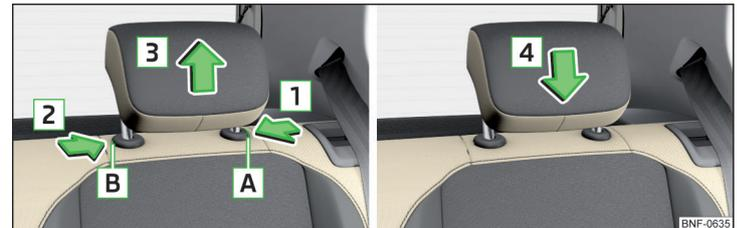

Abb. 52 Kopfstütze hinten herausnehmen/einsetzen
- › Die Sicherungstaste **A** in Pfeilrichtung **1** halten, gleichzeitig mit dem Fahrzeugschlüssel die Sicherungstaste in der Öffnung **B** in Pfeilrichtung **2** drücken und die Stütze in Pfeilrichtung **3** herausnehmen » Abb. 52.